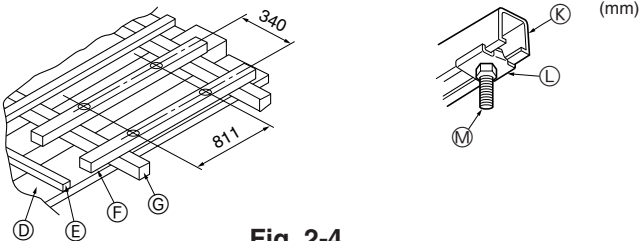

Fig. 2-4
- 1 Structures en bois (Fig. 2-4)